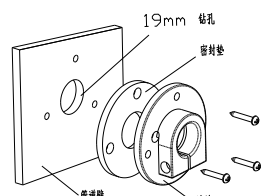
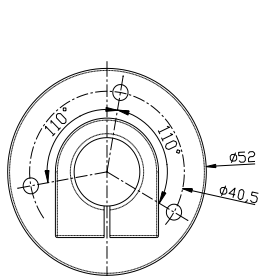

图 9
图 10
1. 探头插入风道安装: 如下图9所示, 在风道上钻直径为19mm的通孔, 首先将密封垫与法兰密封固定在风道上, 再将探头穿过法兰插入风道, 调整好插入深度后, 锁紧法兰螺丝使其抱紧探头。法兰安装尺寸如下图10。如有可能, 也可将探头连接电缆通过墙体预埋管敷设, 这样会使安装更为美观。